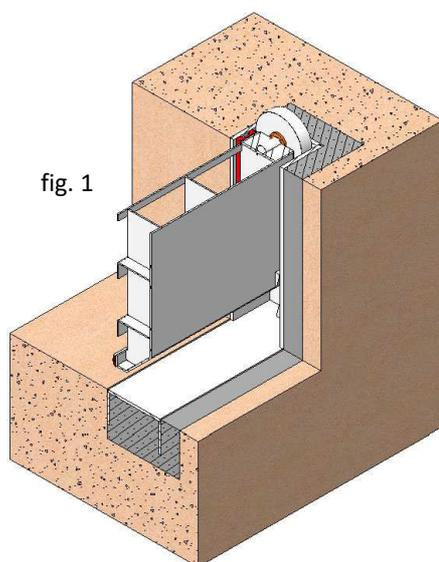

fig. 1
Como estas comportas **VM** costumam ser de grandes dimensões e concebidas para cargas elevadas de água, o sistema mais habitual (recomendado pela CMO) é a montagem de betonagem (fig. 1). Para esta opção de montagem destinam-se alguns orifícios na obra civil, onde se introduz o corpo da comporta **VM**; em seguida as caixas são enchidas com uma segunda betonagem.
- Para montar a comporta betonada (fig. 1) efectuar os seguintes passos: